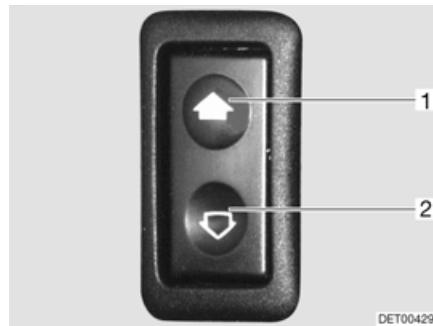

Fig. 32 Interruttore per alzacristalli elettrici
- Apertura: ■ Premere l'interruttore in basso (Fig. 32,2).
- Chiusura: ■ Premere l'interruttore in alto (Fig. 32,1).